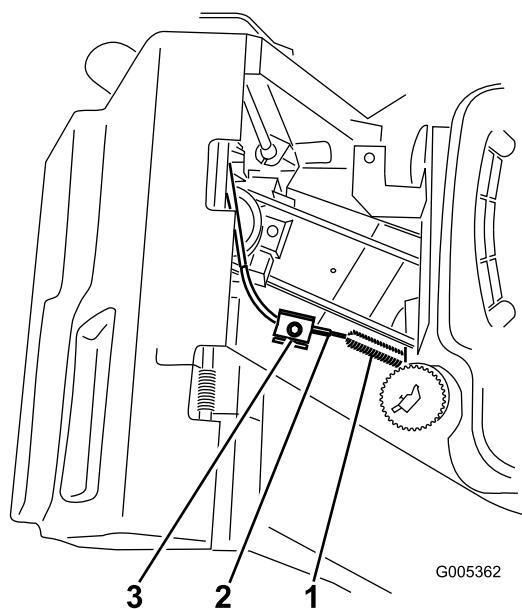

Figure 27
4. Desserrez la vis du serre-câble jusqu'à ce que la gaine du câble puisse coulisser (Figure 27).